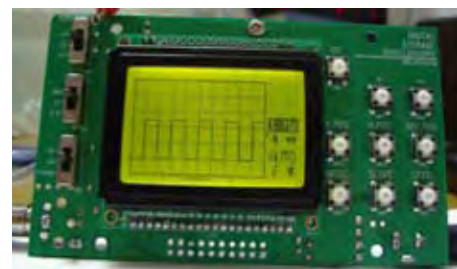

図3
- 2) 赤クランプをパネル左上にある試験信号ターミナルに接続します。（図3参照）
- 5) "V.POS"ボタンを押し、図3の様に0Vインジケータを下から2番目の目盛りに調整します。
- 7) Y感度スイッチ2(一番上のもの)をx2位置に設定します。図3の様な波形を見ることが出来るでしょう。